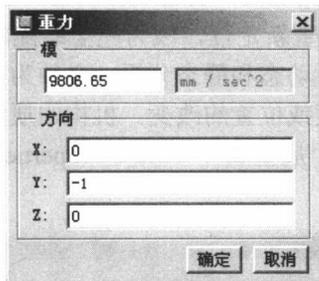

图 1-8 “重力”对话框
③ **重定义主体 (Redefine Bodies)** 移除组件约束以重定义组件中的主体。单击该选项，将弹出“重定义主体 (Redefine Body)”对话框，选定一个零件后，即可对其重新定义。
④ **重力 (Gravity)** 单击该选项，系统将弹出如图 1-8 所示的“重力 (Gravity)”对话框，为模型定义重力加速度向量。定义重力后，即会在整个顶级部件中应用单个统一的